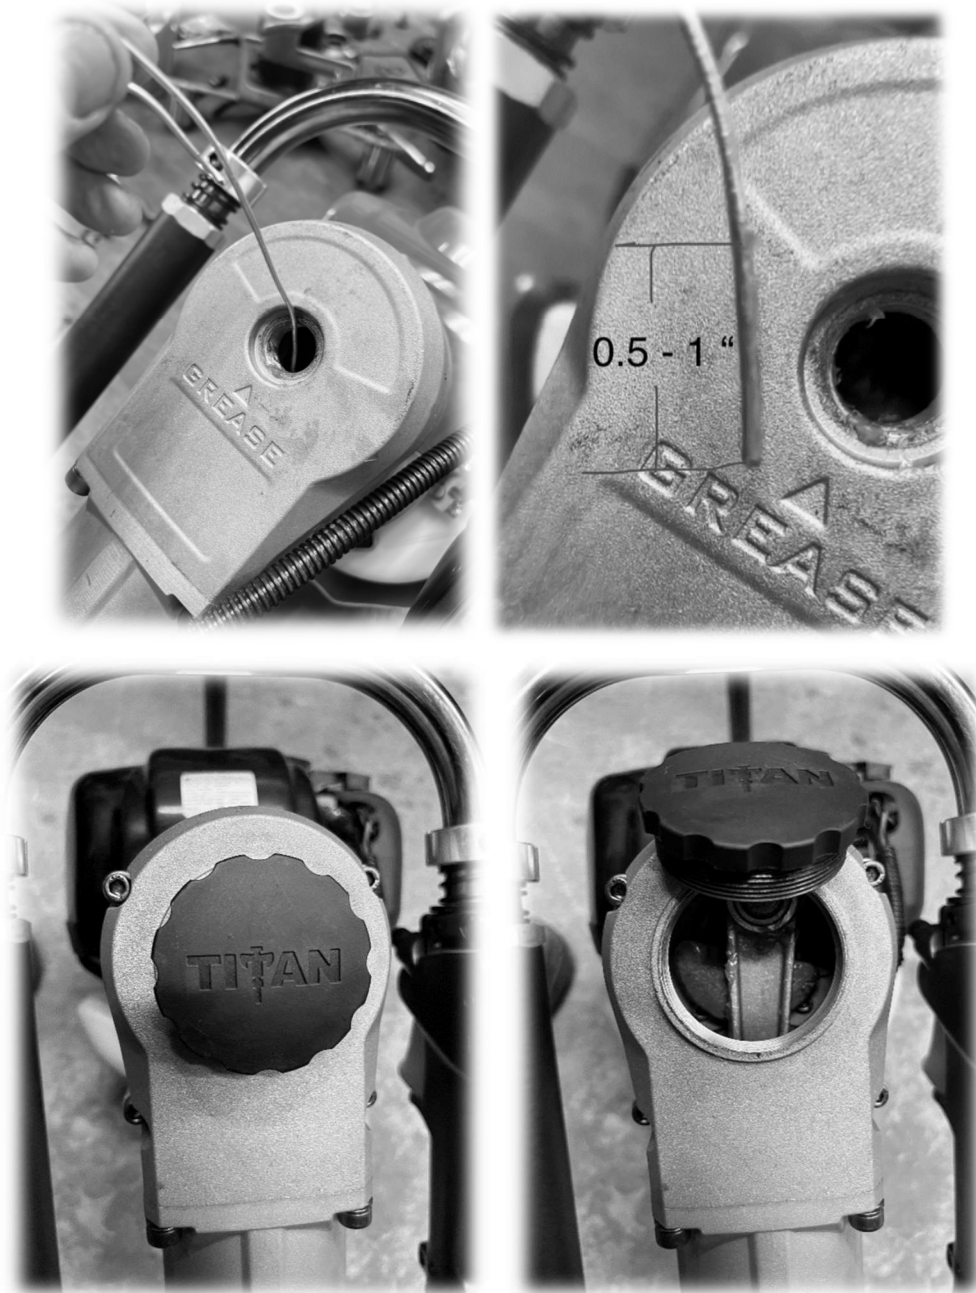

Figura 8 - Comprobación de la grasa
6. Para apagar el motor, deslice el INTERRUPTOR DE PARADA HACIA ARRIBA (vea la Figura 8).